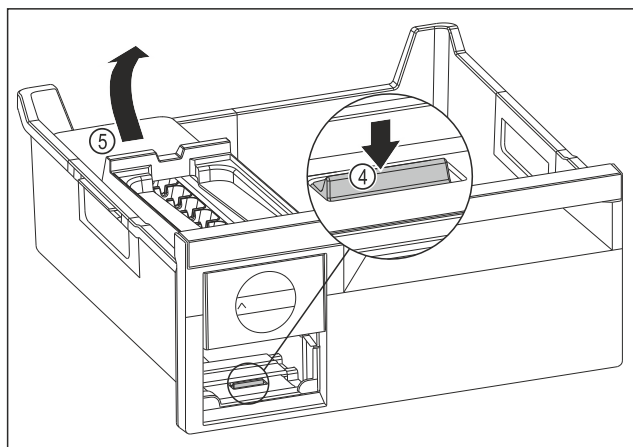

Fig. 82
- ▶ Odoberte korpus EasyTwist-Ice: Strmeň Fig. 82 (4) zatlačte prstom nadol a súčasne druhou rukou zdvihnite zozadu korpus EasyTwist-Ice Fig. 82 (5).